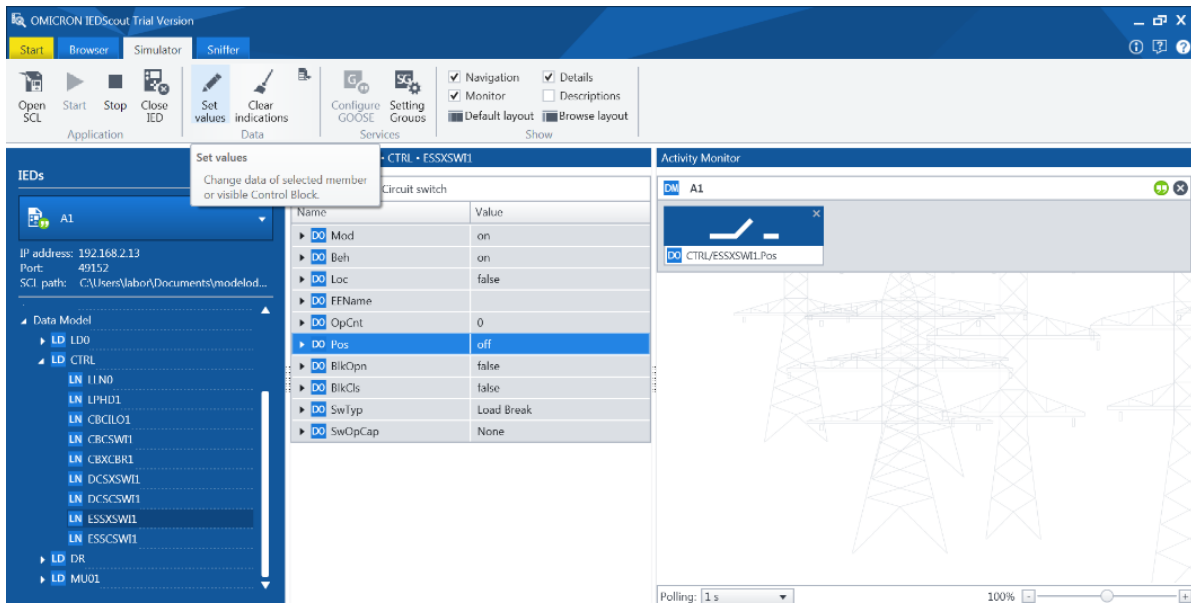

Imagen 419_Cambio de estado de el interruptor.
6.1.14 Para cambiar la posición de el interruptor daremos clic en el apartado de Set Values como observamos en la **Imagen 419**.